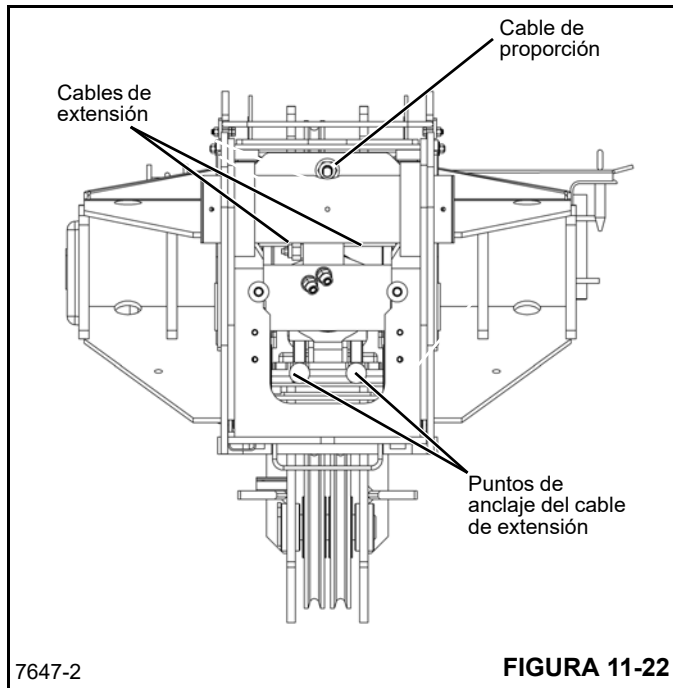

FIGURA 11-22
3. Extienda y retraiga la pluma unos 1.2 m (4 pies) un par de veces para igualar la tensión de los cables de extensión y retracción (Figura 11-22).
6. Apriete los cables de extensión grandes a un par de 29.8 N (22 lb-pie). El punto de ajuste del cable se encuentra en el anclaje del cable, en la parte trasera de la 2ª sección (Figura 11-22).